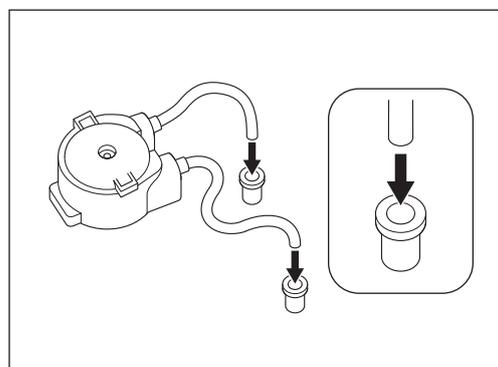

Abb. 54
- 6) Bringen Sie die Verbindungsringe in den Wasserdüsen des neuen Kühlmittelpumpensatzes (Option) an. Achten Sie auf die korrekte Ausrichtung der Ringe (Abb. 54).